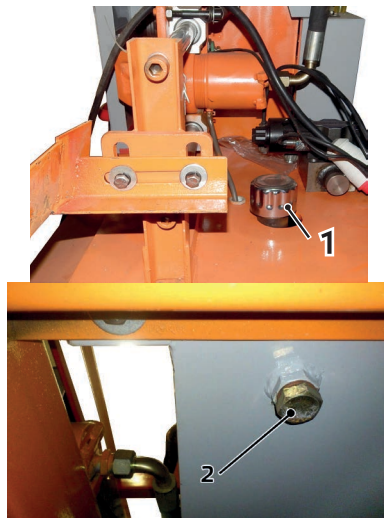

Рис. 21
1. Открутите крышку маслозаливного отверстия 1 (Рис. 21).